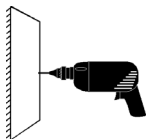

Abbildung 1
- Bei Holzwänden bohren Sie ein einzelnes Loch mit einem Bohrer, der einen Durchmesser von 4 mm (5/32") aufweist; bei Mauern beziehungsweise Betonwänden verwenden Sie einen geeigneten Wanddübel (Abbildung 1).